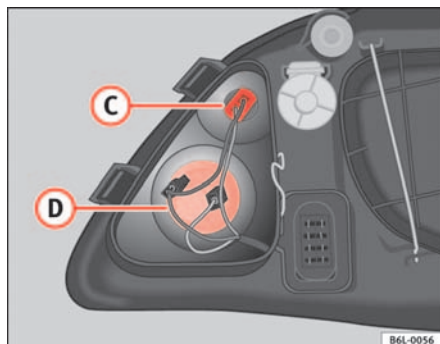

Fig. 145 Luz de población
- Tire de los cables para liberar el portalámparas de su alojamiento **C** ⇒ fig. 145.